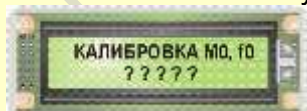

Рис. 1.2.1. Вид ЖКИ БУК при входе в режим «Калибровка»
- нажать кнопку «+/(N0)», ЖКИ БУК примет вид, приведенный на рис. 1.2.1;